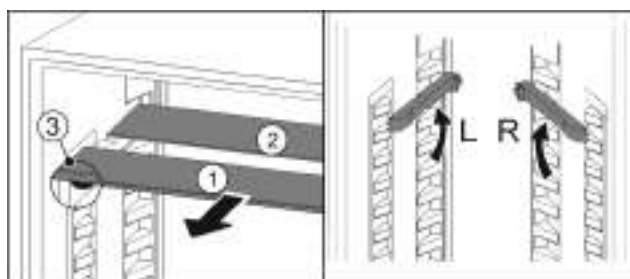

Fig. 112
- ▶ Steklene plošče posamično izvlecite *Fig. 112 (1)* naprej.
- ▶ Steklena plošča *Fig. 112 (1)* z okrasno letvijo je spredaj.
- ▶ Zaustavljalniki *Fig. 112 (3)* so obrnjeni navzdol.